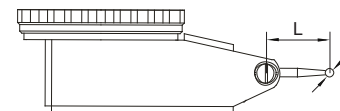

fig.6
- Cada tipo de indicador de prueba de dial tiene una longitud específica de palpador (L, fig. 6). Si la longitud no es correcta, se producirá un error de medición. Consulte la siguiente tabla para elegir los palpadores correctos.